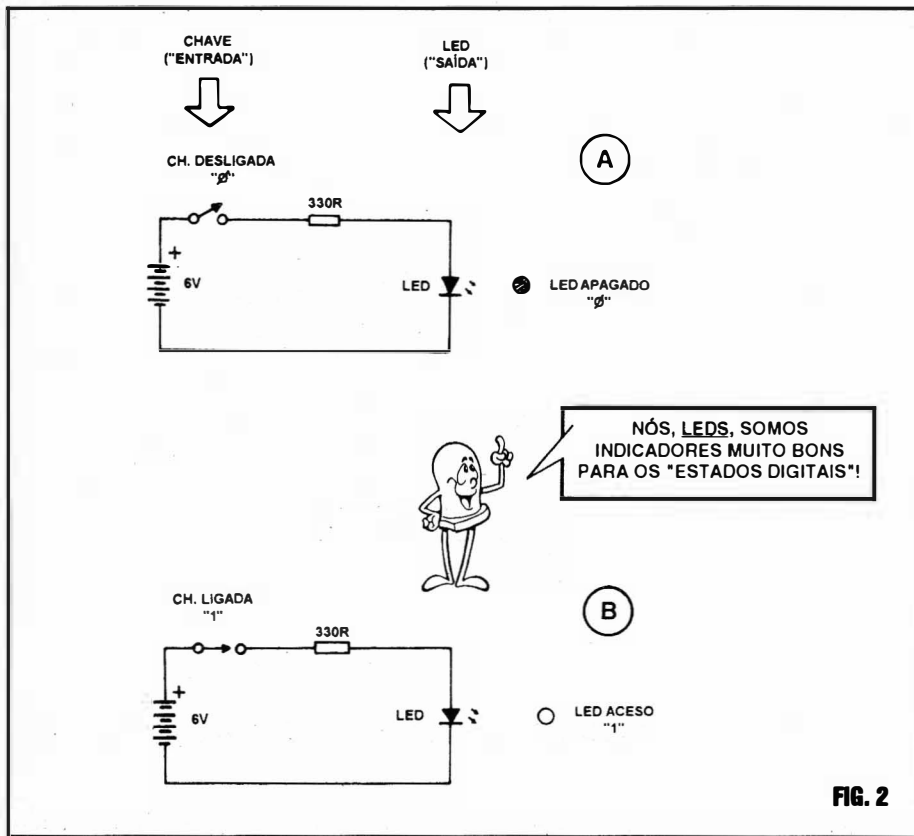

FIG. 2
- FIG. 2 - COMEÇANDO A ENTENDER A NOTAÇÃO BINÁRIA - Um “bloco” DIGITAL não precisa, forçosamente, ser entendido como um circuito formado por 2 componentes discretos ou Integrados...! É possível (e até aconselhável, para o entendimento primordial do assunto...) construir um bloco DIGITAL funcional usando-se pilhas, um interruptor simples, um LED e um resis-